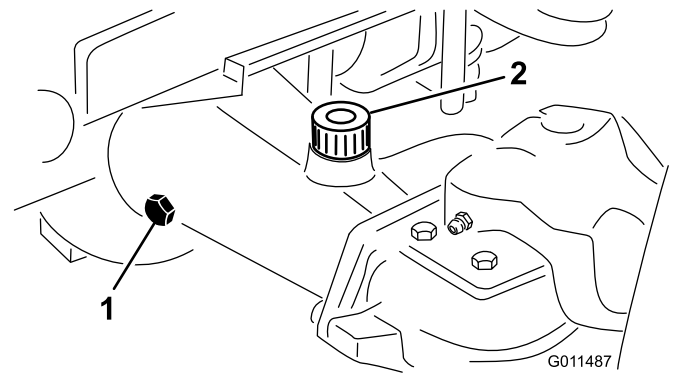

Bild 14
2. Entfernen Sie die Prüfschraube aus einem Ende der Achse (Bild 14) und stellen sicher,
dass der Schmierstoff die Unterseite des Lochs erreicht. Entfernen Sie bei niedrigem Ölstand die Füllschraube (Bild 14) und füllen genug Öl ein, um den Stand bis an die Unterseite der Prüfschraubenöffnungen anzuheben.